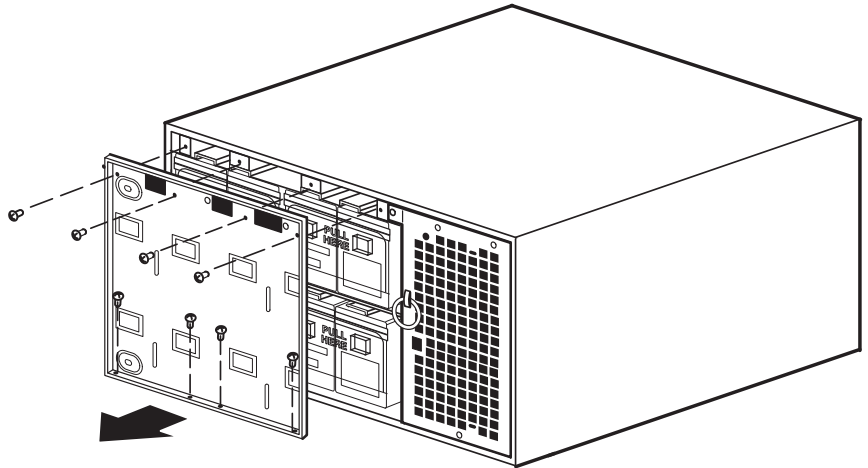

Рисунок 57. Снятие крышки аккумуляторов ИБП
3. Извлеките восемь винтов из крышки аккумуляторов и сохраните их. Снимите пластину. См. рисунок 57.